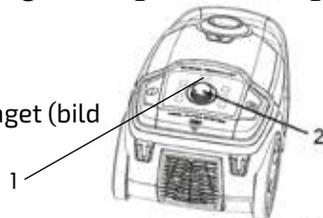

Fig.14
Du kan justera sugkraften så att den passar den typ av golv som rengörs. Använd symbolerna på sugkraftsdisplayen som riktlinje (bild 14/1):
1. Välj sugkraftens nivå genom att vrida reglaget (bild 14/2) till önskad inställning.
Byt dammsugarpåsen så snart den elektroniska indikatorn för byte av dammsugarpåse (bild 14/1) blir röd eller när sugkraften har minskat.